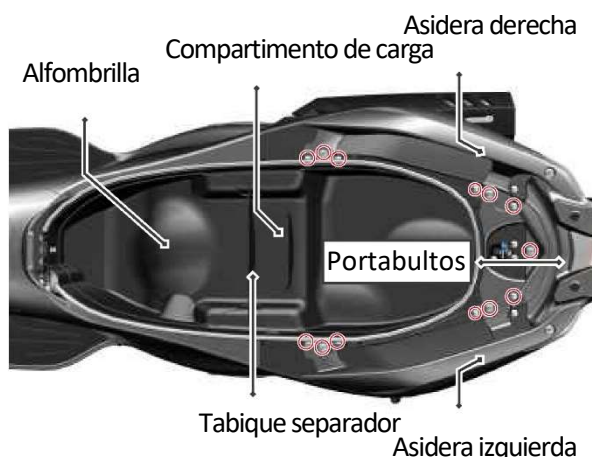

Figura 1
1. Use una llave Torx T25 y un vaso de 12 mm para retirar los 13 tornillos de fijación mostrados con círculos rojos en la Figura 1.